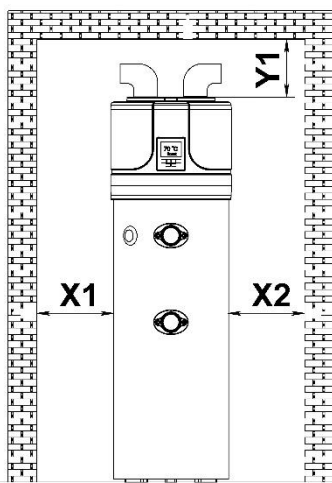

Bild 4a – Mindestraum und Installieren ohne Luftleitungen.
Der Einbau des Geräts muss an einem geeigneten Ort erfolgen, der eine ordentliche Anwendung und Einstellarbeiten, prophylaktische und außerordentliche Wartung des Geräts erlaubt. Deswegen ist es wichtig, man den erforderlichen Arbeitsraum laut der am **Bild 4a** gezeigten Abmessungen zu gewähren.
ACHTUNG! Um einen „KURZEN“ Kreislauf der Luft zwischen dem Eingang und dem Ausgang bei einer Anlage ohne Luftleitung zu vermeiden, nutzen Sie immer zwei Rohrkrümer, die in Gegenrichtungen eingebaut sind, Bild 4a.
- Kreislauf der Luft ausschließlich im Raum (**Bild 4a**). Das kann zu einer Erkühlung und Trocknung der Luft darin führen. Falls der Raum nicht belüftet wird, dann mindert sich die Effektivität des Geräts. Der Raum soll ein Mindestvolumen von 20 m³ besitzen.